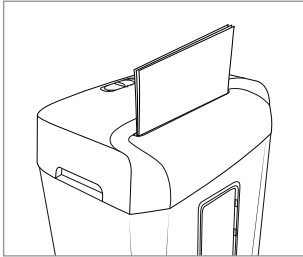

Fig. 2
- ◆ Inserire la carta verticalmente dall'alto al dell'apertura di taglio **8** (vedi Fig. 2). L'apparecchio si avvia automaticamente e si arresta automaticamente non appena si interrompe l'inserimento della carta.
- ▶ Svuotare il contenitore di raccolta ⑩ ad intervalli regolari per evitare che il materiale venga attirato nelle lame dal basso.
- ◆ Afferrare il dispositivo di taglio ⑤ dai due incavi ⑦ integrati di sinistra e di destra e staccarlo dal contenitore di raccolta ⑩.
- ◆ Svuotare il contenitore di raccolta ⑩.
- ◆ Afferrare il dispositivo di taglio ⑤ dai due incavi integrati ⑦ e posizionarlo sul contenitore di raccolta ⑩ in modo tale che il cavo di rete ① sia rivolto verso dietro e la finestrella d'ispezione ⑨ del contenitore di raccolta ⑩ sia rivolta in avanti (vedere fig. 2).